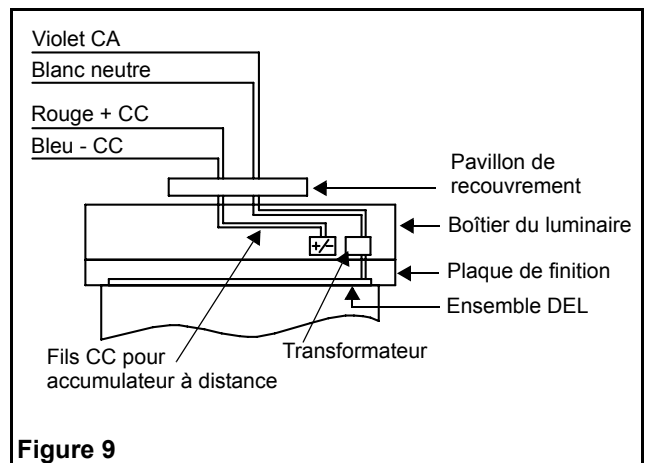

Figure 9
6. Effectuer les connexions nécessaires. Notre système peut recevoir un courant de 120 VCA à 347 VCA. Raccorder le fil violet (CA) et le fil blanc (neutre) au service de l'édifice (voir fig. 9). Pousser les fils dans la boîte de jonction.
9. Effectuer les connexions nécessaires. Notre système peut recevoir un courant de 120 VCA à 347 VCA. Raccorder le fil violet (CA) et le fil blanc (neutre) au service de l'édifice (voir fig. 9). Pousser les fils dans la boîte de jonction.
Se rapporter au câblage CA et CC de la figure 9.